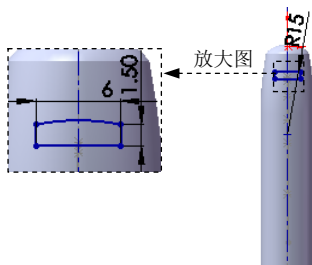

图 3.31.8 草图 3
Step7. 创建图 3.31.8 所示的草图 3。选择下拉菜单 **插入(I)** **→** **草图绘制** 命令，选取右视基准面作为草图基准面，绘制图 3.31.8 所示的草图。